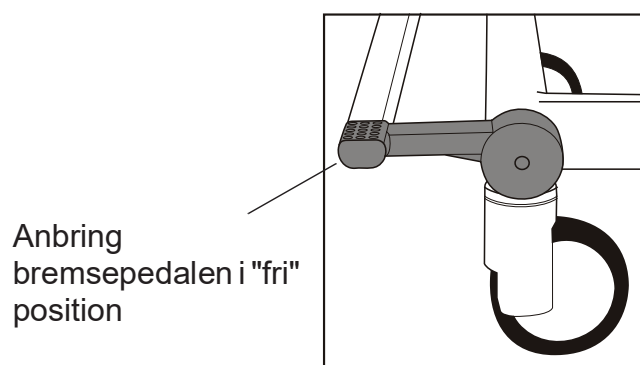

Fig. 2 - Fri position
2. Kontrollér, at bremserne er slået fra, og at bremsepedalen er i "Fri" position. **(Se fig. 2)**